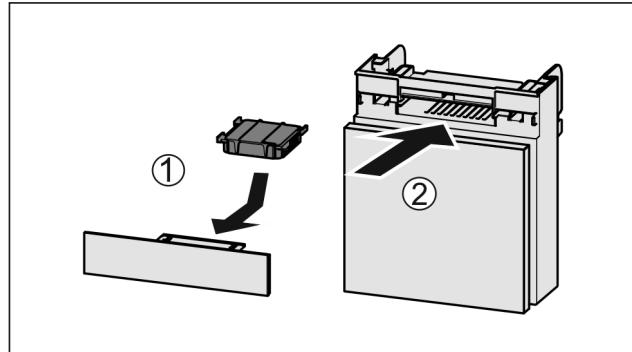

Fig. 129
- Vložte aktívny uhlíkový filter podľa obrázka Fig. 129 (1).
► Zasuňte zásuvku Fig. 129 (2).